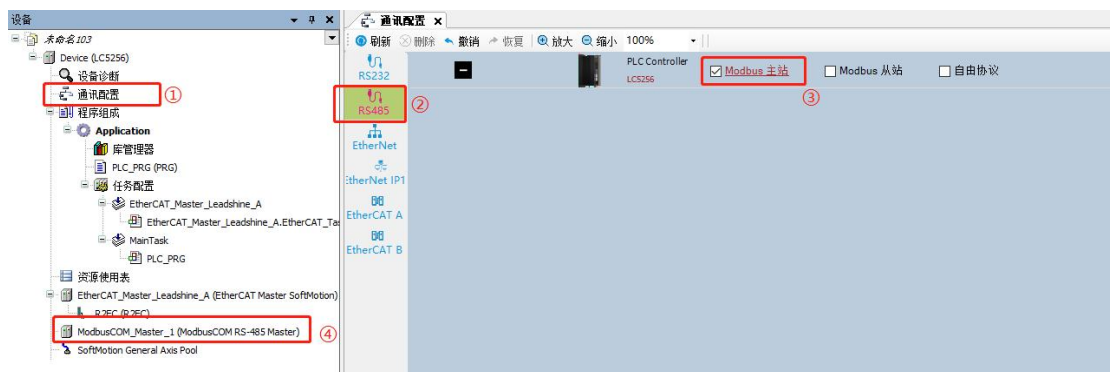

图 12.4 使能 PLC 作为 Modbus RTU 主站
鼠标双击网络组态中的“通讯配置”，如图 12.4 所示，单击 PLC 设备，弹出所支持的通信协议的使能窗口。勾选“Modbus 主站”，使能后，变为红色。Modbus 主站使能后，左侧树中，出现了对应的通信配置，如图 12.4 中④处所示“ModbusCOM_Master_1”。